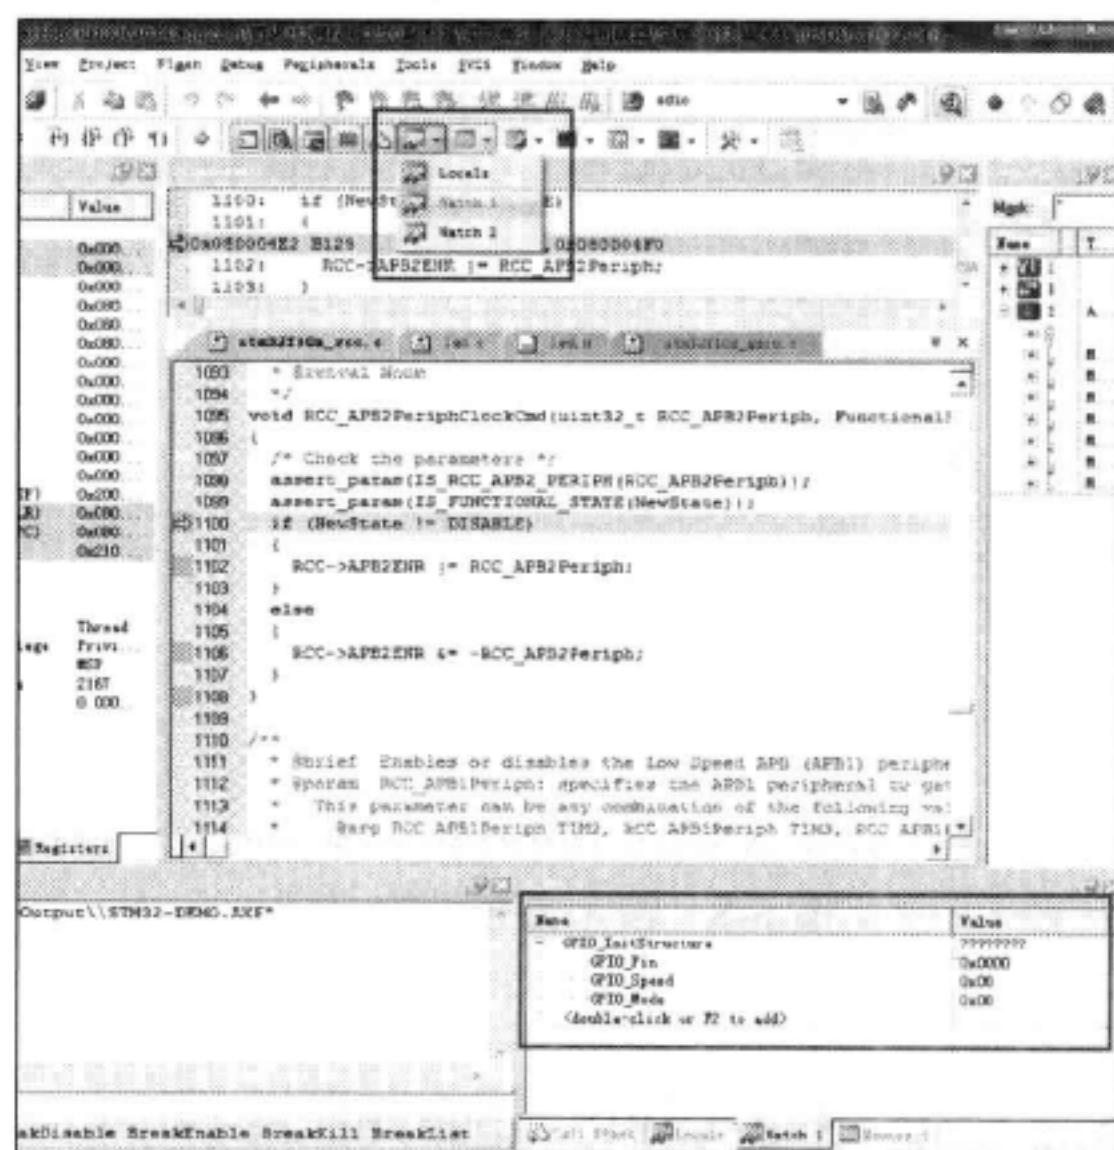

图 5-5 查看变量值
- 6) 点击 watch1 工具，弹出 watch1 窗口，输入变量名可查看代码中的变量值，见图 5-5。